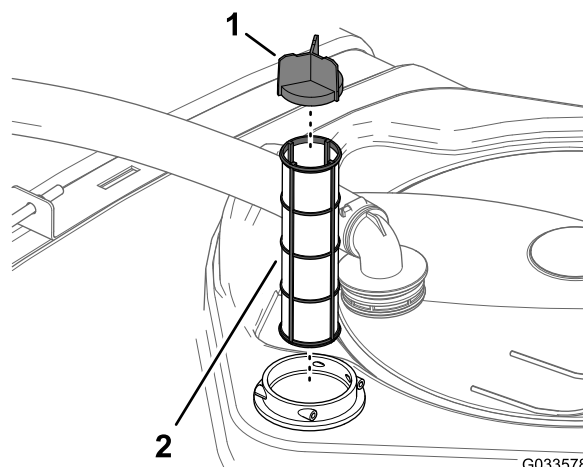

Figure 145
4. Sortez le filtre d'aspiration existant de son logement dans le réservoir (Figure 145).